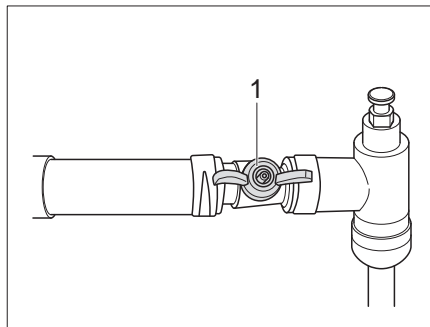

Bild 217 Absperrhahn Alde, geöffnet
- Absperrhahn (Bild 217,1) quer zur Rohrleitung stellen.
- Absperrhahn (Bild 217,1) parallel zur Rohrleitung stellen.